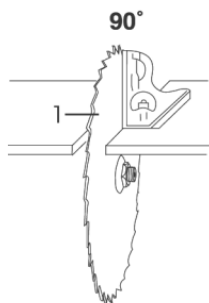

Fig. 9 – Ajuste do batente de 0°
- 4 - Com o auxílio de um esquadro de 90°, ajuste a lâmina de serra com relação à base, conforme mostra a fig. 9;